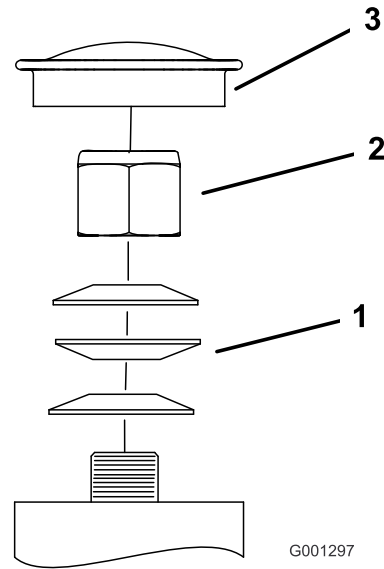

Figura 62
3. Retire el tapón anti-polvo de la rueda giratoria y apriete la contratuerca (Figura 62).
4. Apriete la contratuerca hasta que las arandelas de muelle estén planas, luego afloje 1/4 de vuelta para establecer la pre-carga correcta de los cojinetes (.)Figura 62
**Importante:** Asegúrese de que las arandelas de muelle están correctamente instaladas, según se muestra en Figura 62.
5. Coloque el tapón anti-polvo (Figura 62).